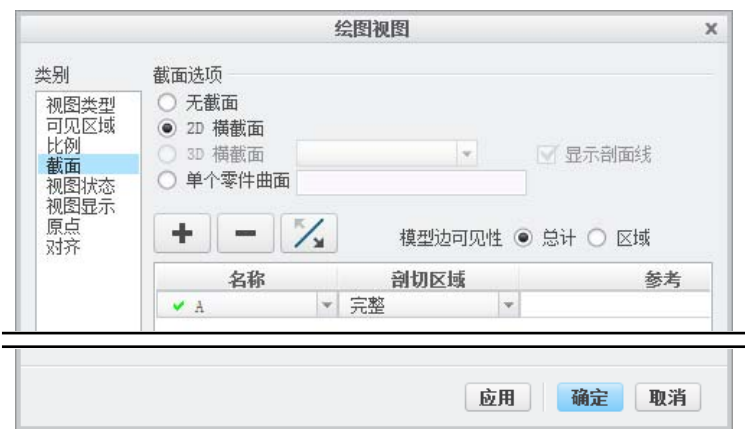

图 3.8.12 “绘图视图”对话框
Step4. 双击上一步创建的投影视图，系统弹出图 3.8.12 所示的“绘图视图”对话框。
(1) 在图 3.8.12 所示的对话框中，选取 类别 区域中的 截面 选项。
(2) 将 截面选项 设置为 2D 横截面，然后单击 按钮。
(3) 将 模型边可见性 设置为 总计。
(4) 在 名称 下拉列表框中选取剖截面 A (A 剖截面在零件模块中已提前创建)，在 剖切区域 下拉列表框中选取 完整 选项。
(5) 单击对话框中的 确定 按钮，关闭对话框。